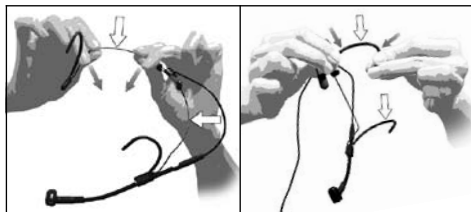

Fig. 6: Ajustar o arco da nuca e os arcos de ouvido
- Segure o arco da nuca e/ou o arco de ouvido firmemente nas posições indicadas na fig. 6, dobrando-os **com cautela** para dentro.
Veja fig. 6.